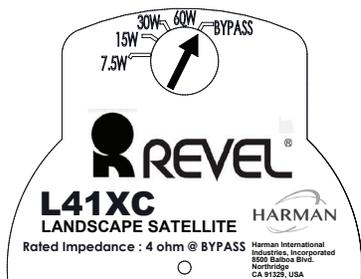

图 20
4. 使用平头螺丝刀将变压器分阀门改为旁路，如图 20 所示。